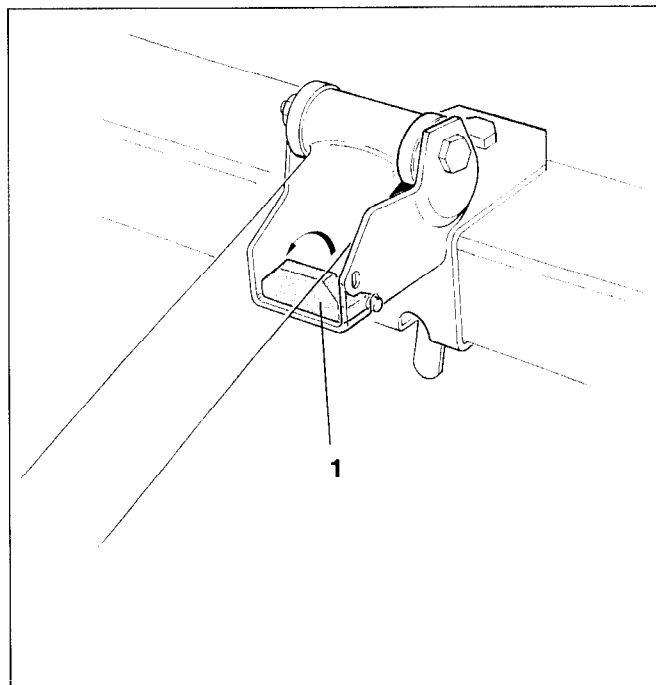

Fig. 7.14
- Soulevez légèrement le soc qui ne sera pas utilisé et rabattez vers l'arrière la basculette (fig. 7.14/1) .